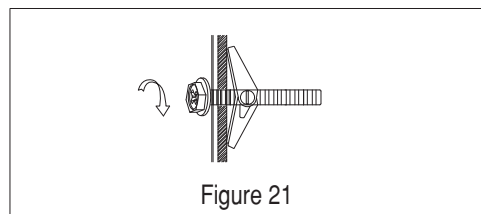

Figure 21
- Fixez la plaque de montage au mur en serrant les boulons à ailettes ou les vis tire-fond. Voir la figure 21.